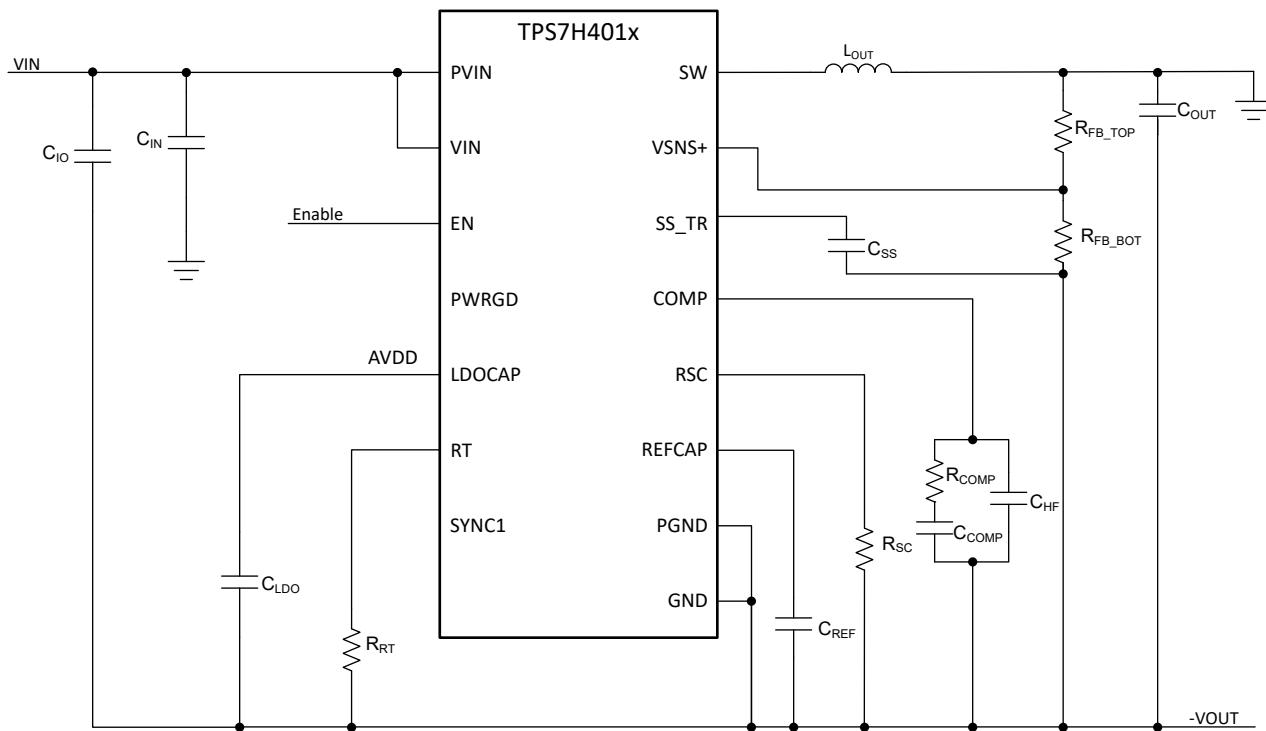

図 10-5. 反転昇降圧の概略回路図
TPS7H401x は、図 10-5 に示すように、負の出力電圧を生成するために反転昇降圧として構成することができます。
- 図 10-5 の C_{IO} は、降圧コンバータで使用される標準の入力コンデンサです。 C_{IN} は、システムグランドを基準とした入力コンデンサで、レギュレータの入力に低インピーダンスパスを提供します。